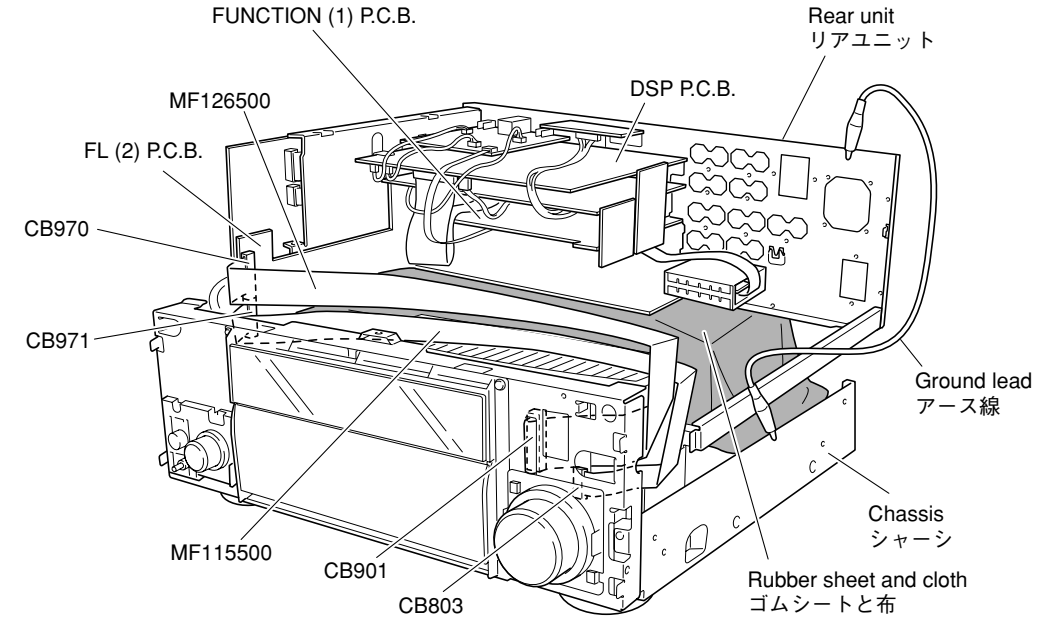

Fig. 9
- Put the rubber sheet and cloth over the equipment. Then place the P.C.B.s upside down on the cloth and check it. (Fig. 9)
- In main unit, the ground of rear unit is connected to the chassis. When this rear unit are removed from main unit, connect the ground to the main unit, using a ground lead or the like. (Fig. 9)
- 本機の上にゴムシートと布を敷き、その上にP.C.B.を裏返しに置いてチェックします。(Fig. 9)
- 本機ではリアユニットのアースがシャーシに接続されています。リアユニットを本機より取り外した場合は、アース線等でアースを本機に接続してください。(Fig. 9)